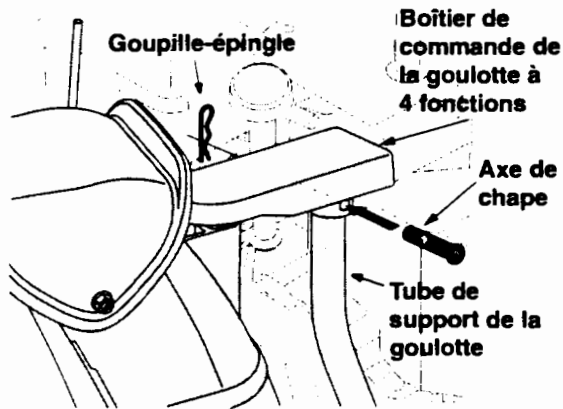

Figure 5
4. Faites passer l'axe de chape retiré plus haut, dans les trous du boîtier de commande et dans la tige de soutien de la goulotte. Maintenez en place avec la goupille-épingle. Voir la Figure 5.